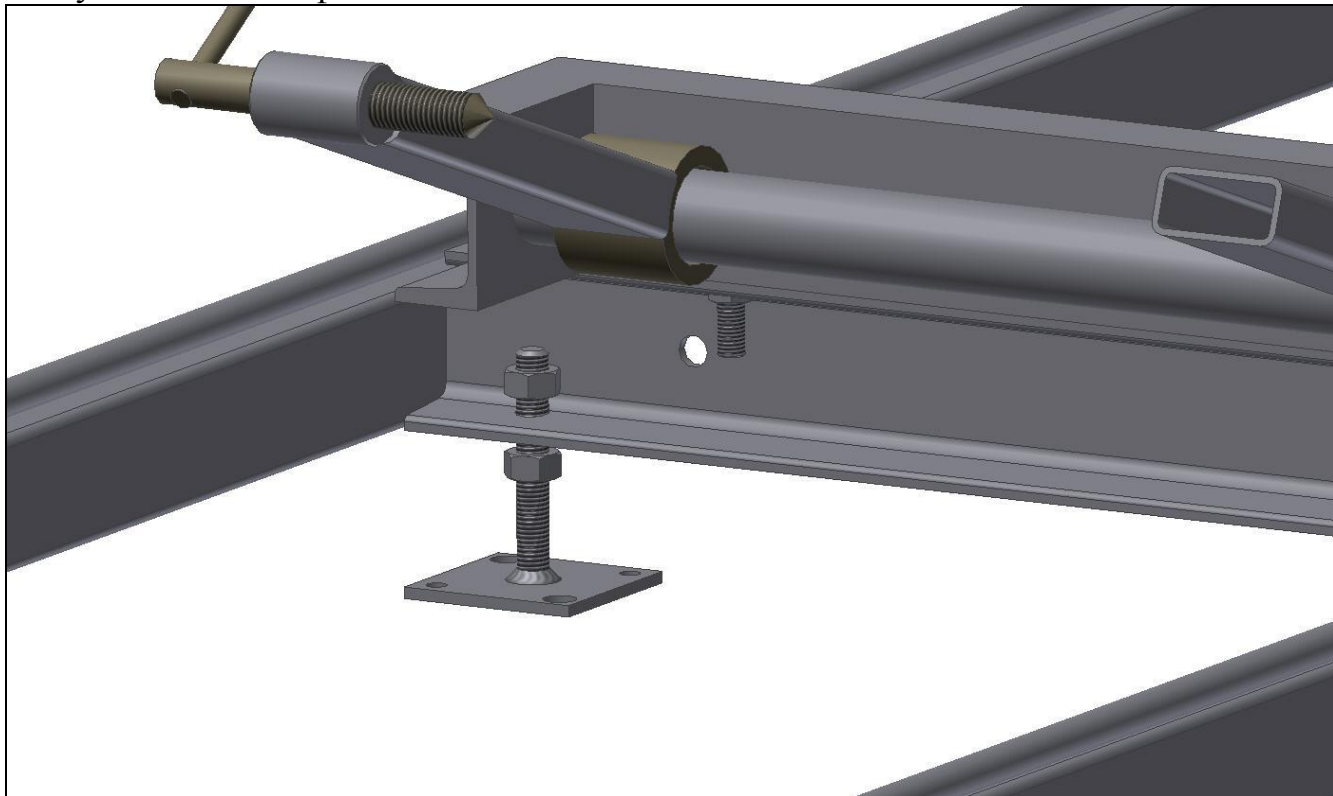

Рисунок 4 – Регулировка рельсового пути
6.3.1 Отрегулировать рельсовый путь по всему периметру с помощью регулировочных гаек (рисунок 4). Крутить нижнюю регулировочную гайку вверх или вниз, для подъема или опускания участка рельсового пути. Затянуть верхнюю гайку для жесткой фиксации.